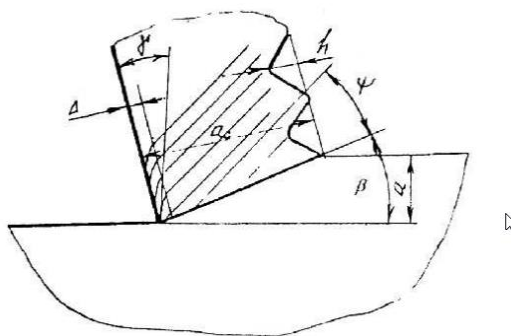

Рис. 1. Измеряемые параметры при исследовании корня стружки
2. Контуры микрошлифов корней стружек скопировать на лист бумаги с фотографий, полученных от преподавателя, например, на лист бумаги напросвет через стекло. На корне стружки показать направление линий текстуры и плоскость сдвига (рисунок 1).